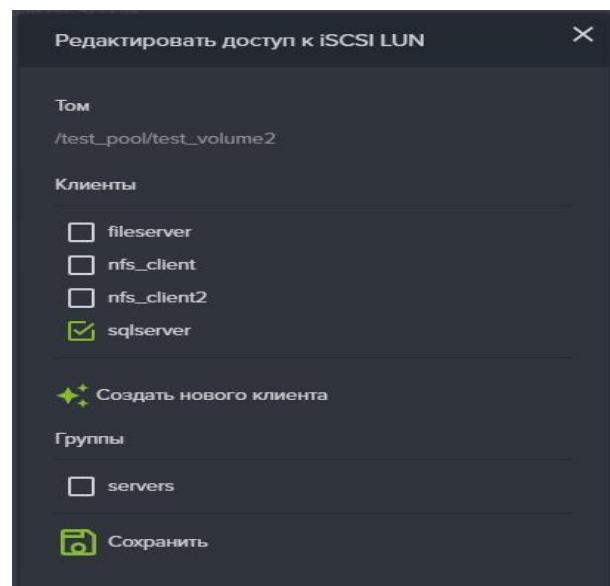

Рисунок 83. Окно редактирования доступа к iSCSI луну
4. Нажмите на кнопку «Создать нового клиента» (см. Рисунок 83), откроется окно: Создать клиента;